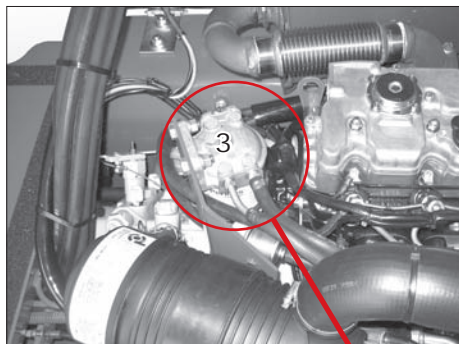

Abb. 60
1. Stellen Sie einen Auffangbehälter unter den Kraftstoff- Hauptfilter Pos. 3 (Abb. 60).
2. Schrauben Sie die Schraube Pos. a (Abb. 60) ab.
8. Ziehen Sie die Schraube Pos. a (Abb. 60) fest.